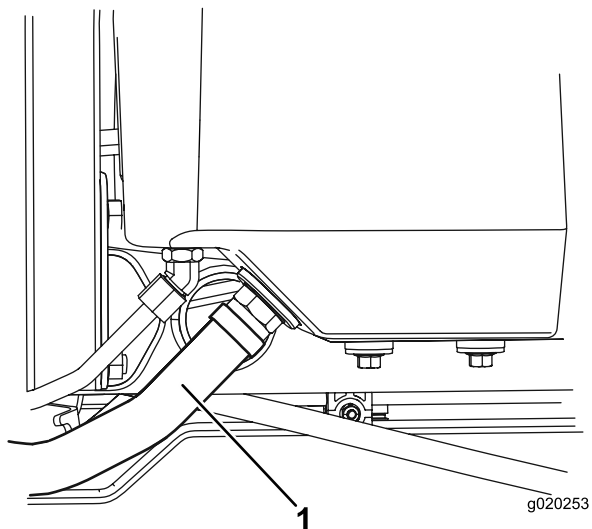

Figura 79
2. Scollegate il flessibile idraulico grande (Figura 79) dal serbatoio e lasciate fuoriuscire il fluido idraulico nella bacinella.